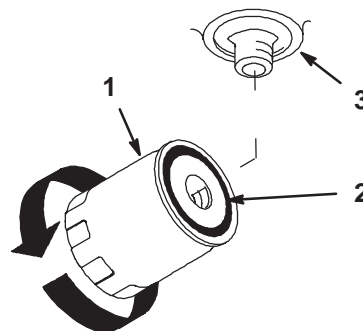

Figure 54
3. Placez un bac de vidange sous le filtre, déposez le filtre usagé et essuyez la surface du joint de l'adaptateur (Fig. 54).
4. Appliquez une fine couche de liquide hydraulique sur le joint en caoutchouc du filtre de rechange (Fig. 54).
6. Remplissez le réservoir hydraulique jusqu'à ce que le liquide déborde du filtre. Tournez alors le filtre à huile dans le sens horaire jusqu'à ce que le joint en caoutchouc vienne toucher l'adaptateur du filtre. Serrez ensuite le filtre de 1/2 tour supplémentaire (Fig. 54).